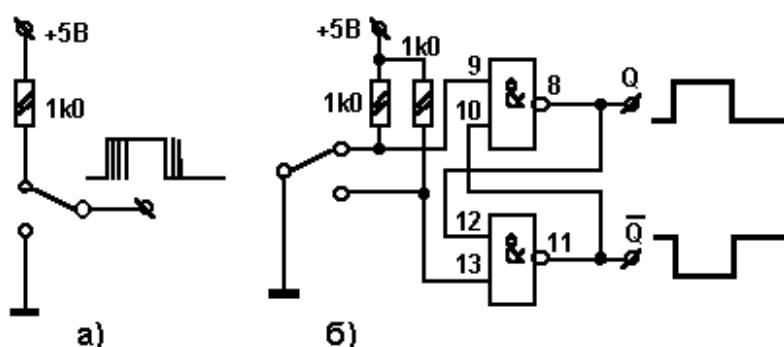

Рис. 11. Подавление дребезга механических контактов с помощью RS-триггера
Области применения разных триггеров в цифровой схемотехнике весьма обширны. Простое и полезное применение RS-триггеры получили в схемах подавления дребезга механических коммутирующих устройств. Если подавать сигналы "0" и "1" на цифровую схему с помощью переключателя – тумблера, как показано на рис. 11, а, то возникнет очень неприятное явление – дребезг контактов. В течение нескольких миллисекунд после замыкания переключателя его контакты входят в соприкосновение друг с другом от десятков до сотен раз. Если к выходу такой схемы подключить какой-либо счетчик импульсов, то он сосчитает не количество переключений тумблера, а отреагирует на каждый дополнительный импульс, вызванный этим дребезгом. Схема, изображенная на рис. 11,б, позволяет полностью подавить дребезг.
этим дребезгом. Схема, изображенная на рис. 11,б, позволяет полностью подавить дребезг.
3. Из двух вентилях 2И-НЕ собрать схему подавителя дребезга на RS-триггере по рис. 11,б. Рассмотреть дребезг на входах 9 и 13 и убедиться в его отсутствии на выходах Q и  $\bar{Q}$ . Синхронизация осциллографа – ждущая, длительность развертки – подобрать.